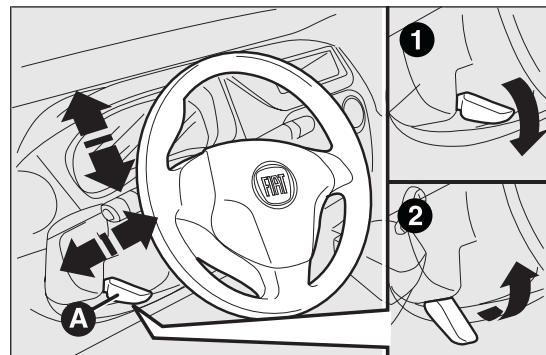

fig. 37
- sbloccare la leva A fig. 37 spingendola in avanti (posizione 1);